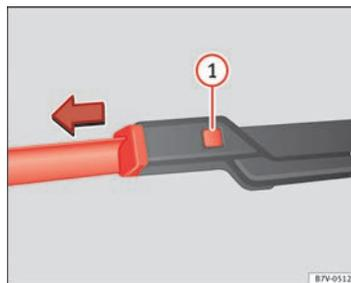

Fig. 111 Cambio de las escobillas del parabrisas.
- Mantenga presionada la tecla de desbloqueo ⇒ fig. 111 ① y tire a su vez ligeramente de la escobilla en el sentido que indica la flecha.